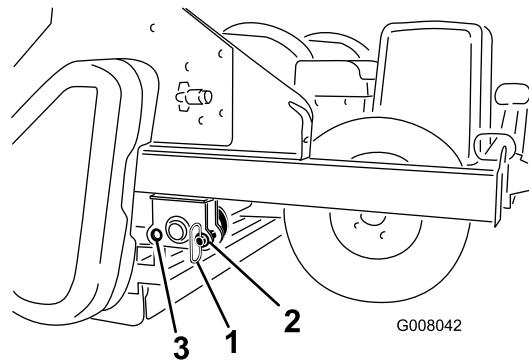

Figura 16
- Retire los pasadores de almacenamiento de los taladros traseros (Figura 16).
- Baje lentamente el procesador de terrones hasta que descance sobre el rodillo trasero y los neumáticos. instale los pasadores de almacenamiento en los taladros delanteros (Figura 16).